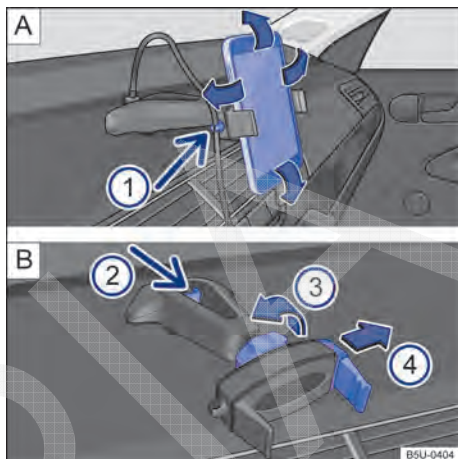

Fig. 170 No console central: suporte para smartphone e ajustes.
- Segurar o suporte com uma mão e pressionar o botão de destravamento → Fig. 170 [B] ② (seta).
- Com a haste → Fig. 170 [B] ④ deslocar no sentido da seta, e instalar o smartphone no alojamento.
- Com a outra mão deslocar a haste → Fig. 170  ④ até que seja possível remover o aparelho do alojamento.
- Colocar o cabo USB na entrada carregador USB do suporte existente no painel de instrumentos → Fig. 170 .
- Prender o cabo no suporte → Fig. 170  ①.
- Para liberar o movimento do suporte, girar a trava → Fig. 170  ③ no sentido contrário da seta.
- Para fixar a posição, girar a trava no sentido da seta ③ → Fig. 170  até a fixação total do suporte.
i O suporte para smartphone tem garantia de 3 anos, com exceção da haste deslizante (garra) → Fig. 170 **B** **4** que tem garantia de 1 ano.